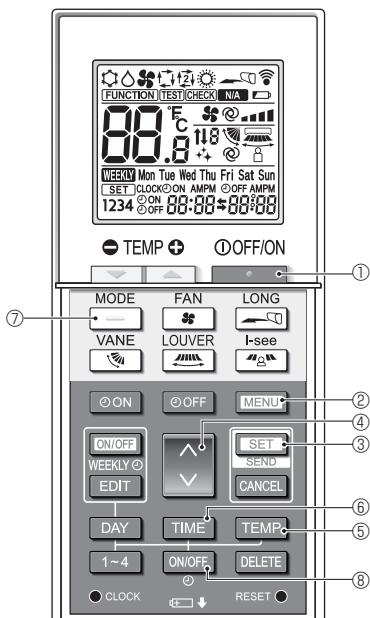

Fig. 5-10
Se mostrará la pantalla de configuración de funciones y parpadeará el n.º de función Ⓐ. (Fig. 5-10)
- El N.º de función Ⓛ parpadea. (Fig. 5-10)